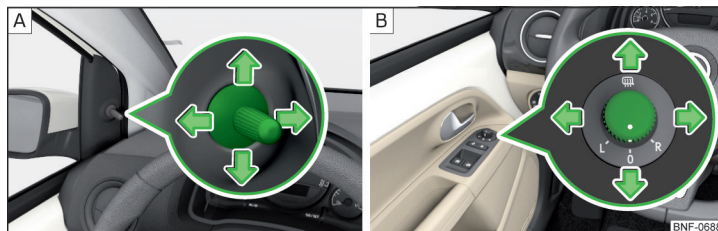

Fig. 49 Operarea oglinzii exterioare: mecanic/electric
► Pentru **reglarea** suprafeței oglinzilor, rotiți butonul în sensul săgeților » fig. 49.
Butonul rotativ pentru reglarea electrică a oglinzii poate fi mișcat în următoarele poziții » fig. 49 - B.